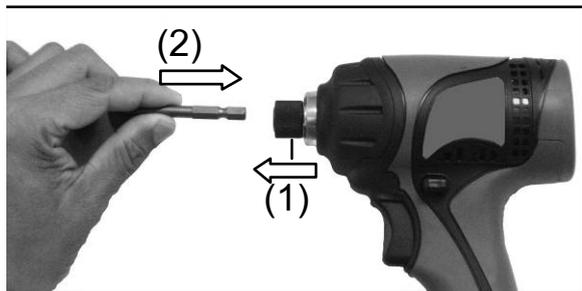

Fig. 4
1. Pour mettre la mèche en place, tirez la retenue dans le sens de la flèche et introduisez l'embout dans la retenue aussi loin que possible. Lâchez alors la retenue pour fixer l'embout. (Voyez la fig. 4.)